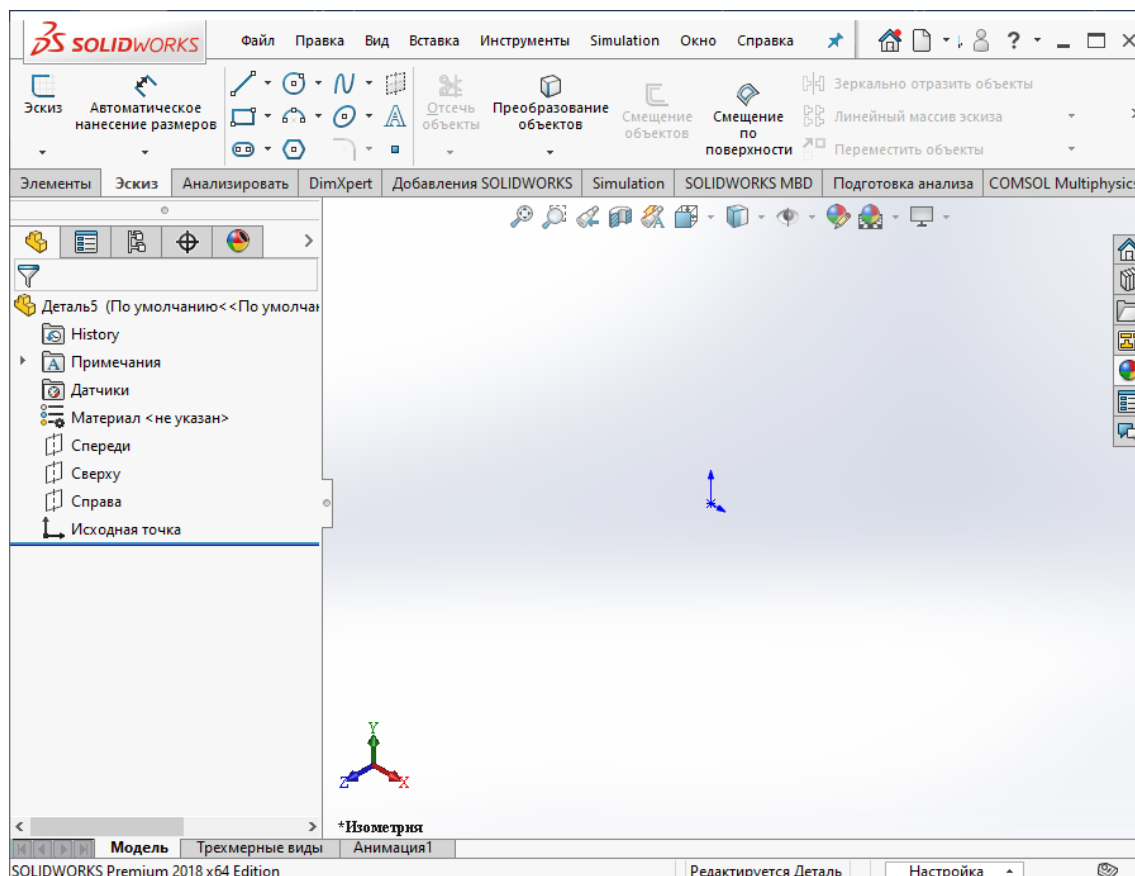

Рис. 2. Рабочее окно SolidWorks
2. В открывшемся окне (рис. 2) в первую очередь необходимо будет построить оболочку сложной формы.